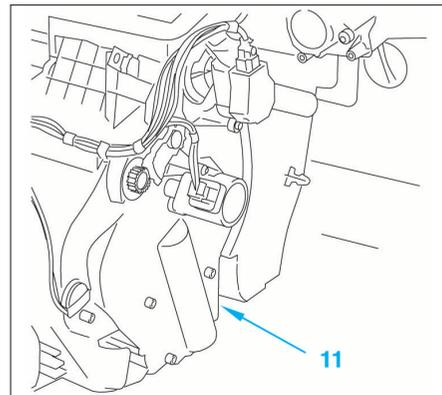

FIG. 23
- Désaccoupler le tuyau accessible en (11) (Fig.23) sous le boîtier, du côté passager.